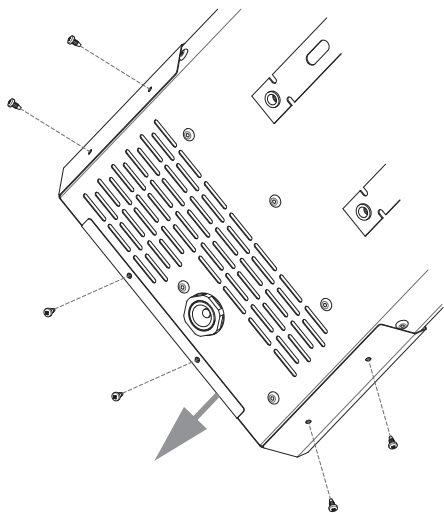

Рисунок 6.
7.4.1. Открутить саморезы и снять боковую крышку обогревателя для доступа к распределительной коробке (см. рис. 6). Снять крышку распределительной коробки.